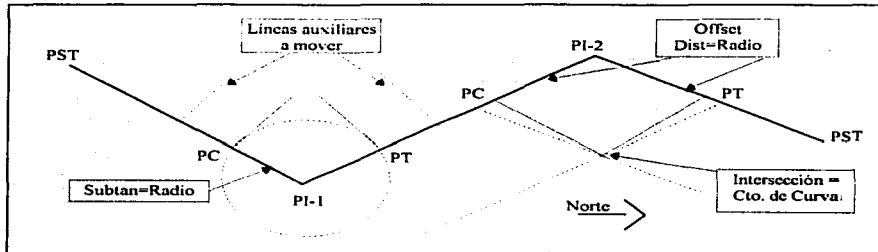

FIG. 4.4 CONSTRUCCIÓN DE CURVAS.
4. Por último aplique la orden **fillet** para que se unan las líneas que representan a los radios de la curva, ver FIG. 4.4.
3. Haga lo mismo para crear el radio del otro lado. Ver FIG. 4.4